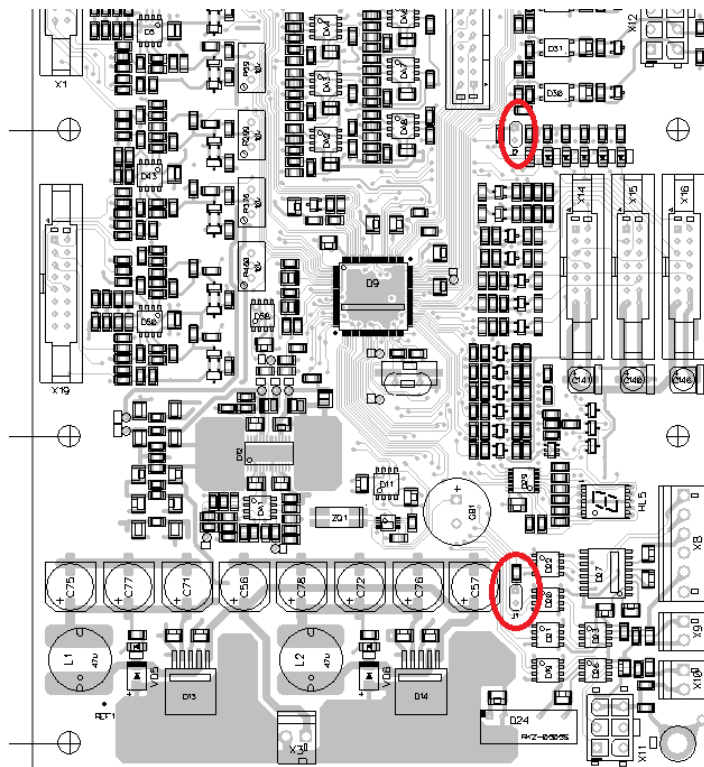

Рис. 2 – Установка перемычек
1. Отключить питание и установить две перемычки см. рис. 2.